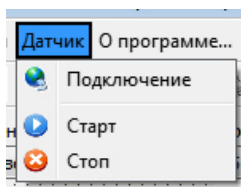

Рисунок 3.
- «Датчик» – содержит набор команд управления датчиком (рисунок 3).